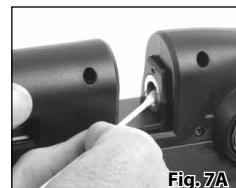

Fig. 7A
3. À l'aide d'un coton-tige, lubrifiez le joint torique de la culasse et l'extrémité du verrou suivant les indications de la Figure 7A. La RMCOIL de Crosman est recommandée pour cette application. Exécutez cette procédure à des intervalles d'environ 100 tirs.